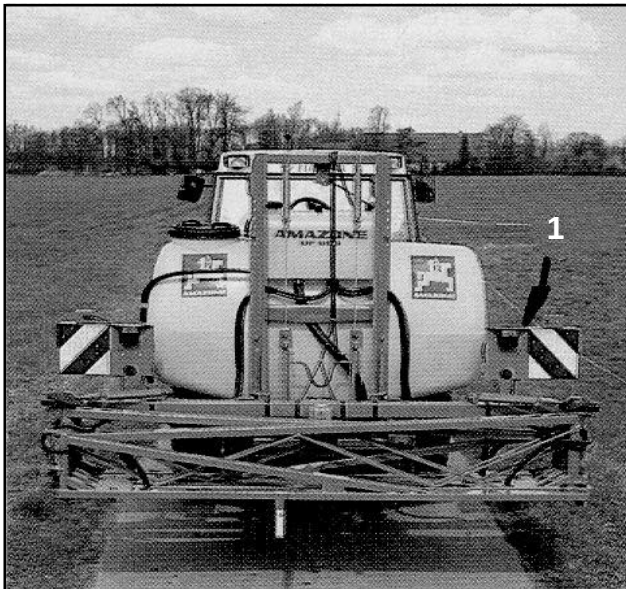

Fig. 12.10
1. Jeu d'éclairage arrière (fig. 12.10/1), code : 431 400 (rampes Q et Super-S)